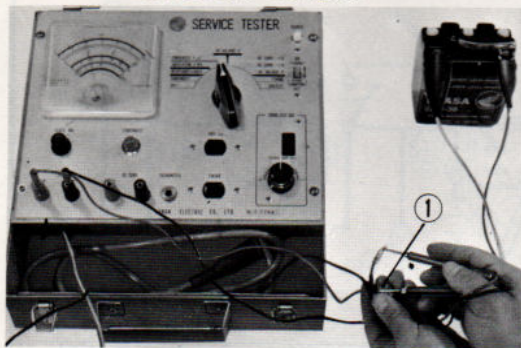

Fig. 158 Contrôle du condensateur
- 2) Contrôle du condensateur (Fig. 158)